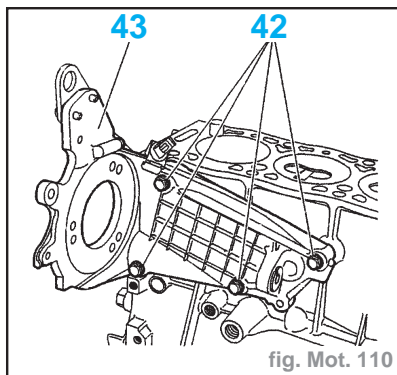

fig. Mot. 110
- Déposer (fig. Mot. 110) :
- les vis (42)
- le support (43)